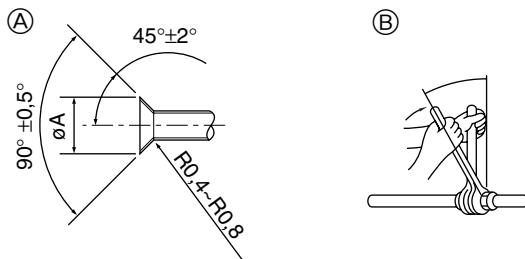

Fig. 4-1
4.2. Tubos de conexión (Fig. 4-1)
- Aplique una capa delgada de aceite refrigerante a la superficie tubo y de la junta de asiento antes de apretar la tuerca de abocardado. ④
- Utilice dos llaves de apriete para apretar las conexiones de los tubos. ⑤
- Aplique aceite refrigerante para máquinas en toda la superficie abocinada. ⑥
- Utilice las tuercas abocardadas para el siguiente tamaño de tubería. ⑦
Ⓐ (Fig. 4-1)
Ⓑ (Fig. 4-1)